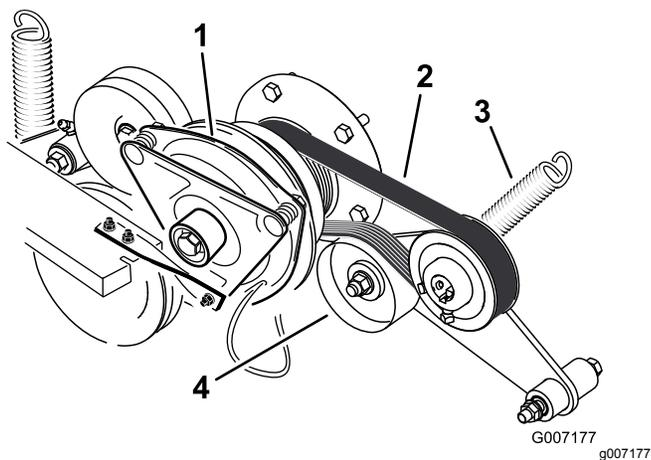

Figura 87
3. Togliete la molla di tensione dal braccio di rinvio (Figura 87).
4. Installate la nuova cinghia attorno al motore e alla puleggia della pompa idraulica (Figura 87).
6. Montate la molla sul braccio di rinvio (Figura 87).